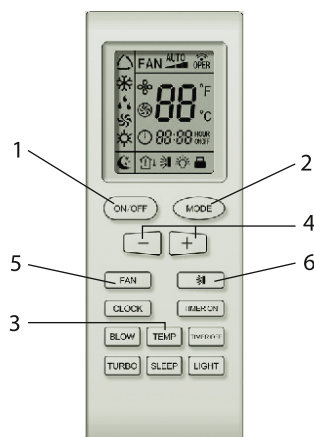

Рис. 5.
5.1 Пульт управления (Рис. 5.)
- В случае утери или выходе из строя беспроводного пульта управления возможно включение/выключение кондиционера при помощи аварийного переключателя (Рис. 5.6а) для моделей до 5 кВт и Рис. 5 для моделей 5 и 6 кВт.